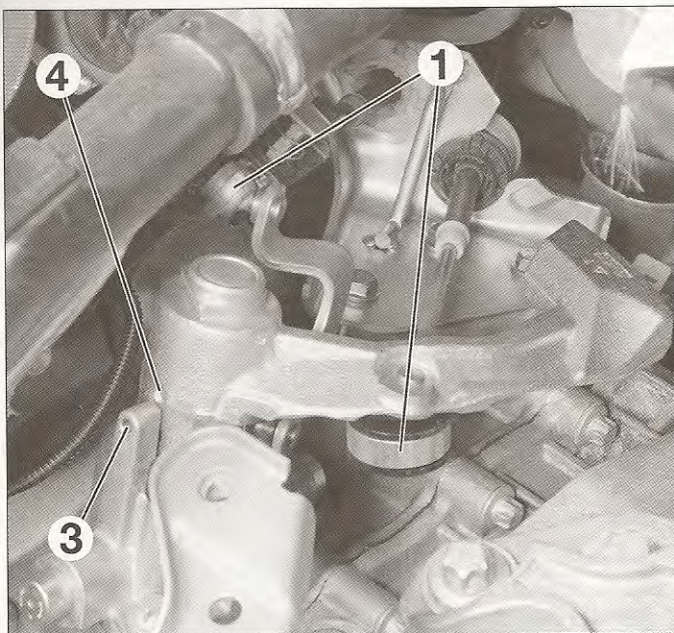

FIG. 5
- Desengrapar los cables (1) de mando y de selección de las rótulas sobre el mecanismo de la caja de velocidades (fig. 5).
- Levantar el mecanismo de las velocidades hasta que el taladro (3) esté alineado frente al taladro (4) e insertar un pasador de aprox. 5 mm de diámetro y bloquear el conjunto en esta posición (fig. 5).